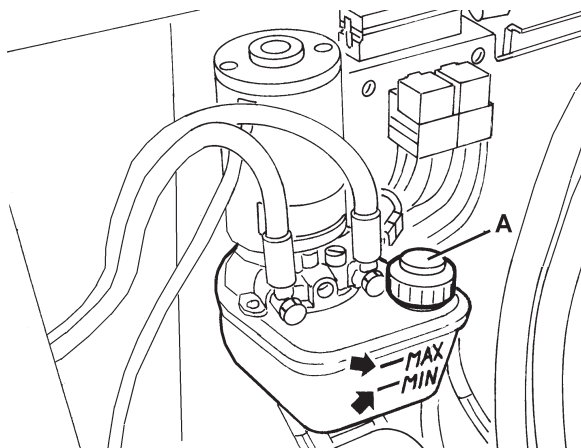

Abbildung 25
1. Die Feststellbremse mittels des Pedals (75) und des Hebels (68) betätigen.
2. Zündschlüssel (67) in Stellung 0 drehen.
3. Haube (22) öffnen und mit der Stützsange (36) sichern.
4. Überprüfen, ob der Ölstand im Tank (35) zwischen den Markierungen für Mindeststand (MIN) und Höchststand (MAX) liegt (siehe Abb. 25).
5. Falls erforderlich, Ölstand durch die Einfüllöffnung (A, Abb. 25) korrigieren. Das verwendete Öl muss die im Abschnitt „Technische Daten“ angeführten Eigenschaften aufweisen.
6. Stützsange (36) abnehmen und Haube (22) schließen.